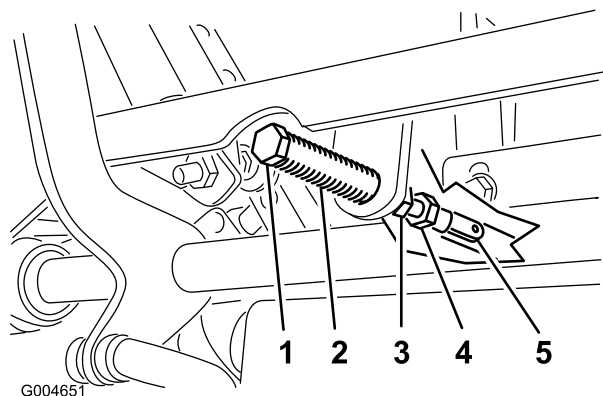

Figura 54
5. Tire hacia atrás de la palanca hasta que el pasador (en el brazo situado encima del eje pivotante) entre en contacto con el extremo de la ranura (empezando justo a tensar el muelle) como se muestra en Figura 54.
7. Si es necesario un ajuste, afloje la tuerca y la contratuerca contra la horquilla (Figura 54).
8. Aplique una ligera presión hacia atrás en la palanca de control de movimiento, y gire la cabeza del perno de ajuste en el sentido apropiado hasta que la palanca de control esté centrada en posición de BLOQUEO/PUNTO MUERTO (Figura 54).
9. Apriete la tuerca y la contratuerca (Figura 54).
10. Apriete las contratueras de las rótulas (Figura 54).